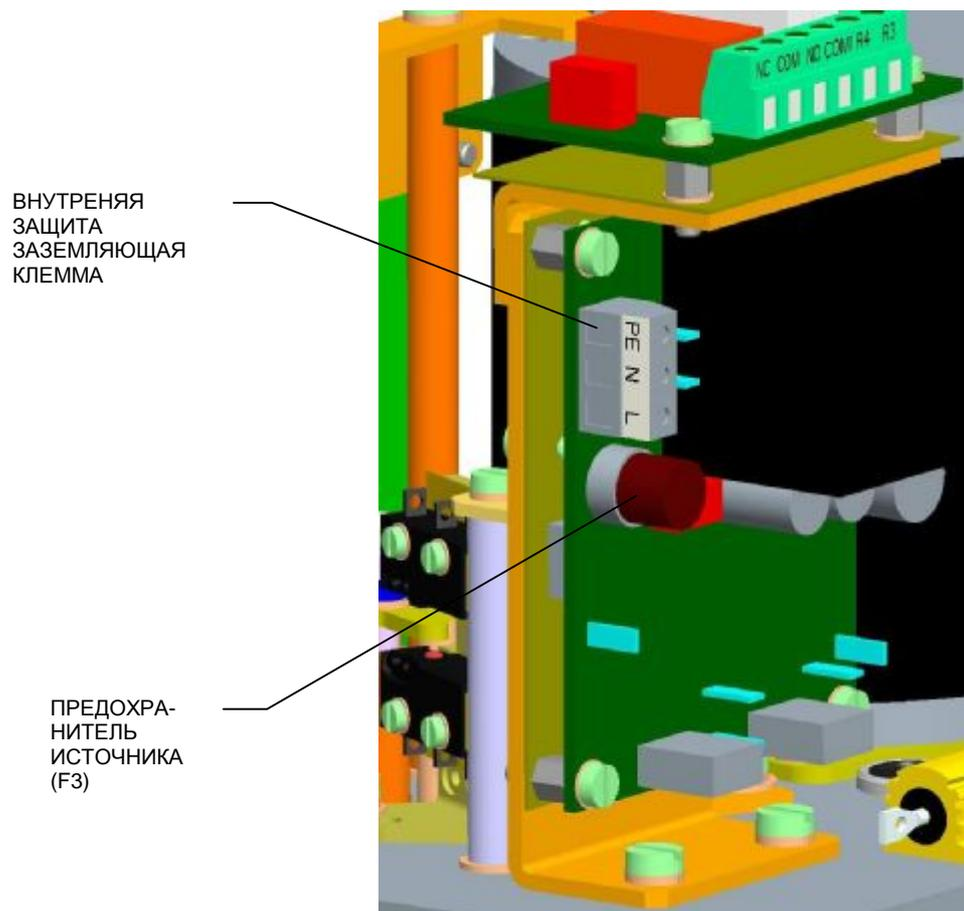

Рис.2
- ради безопасного использования ЭП надо присоединить внешнюю и внутреннюю защитную клемму. Установка внешней и внутренней защитной клеммы (**Рис.2** и **Рис. 2а**). Для запрессовки провода в внешнюю защитную клемму, надо использовать щипцы для изолированных ушка HP3 (fy CEMBRE).
Доска источника ЭП оснащена предохранителем (F3) питающего источника. Установка предохранителя на доске источника указана на **Рис. 2**.
Рис.2а